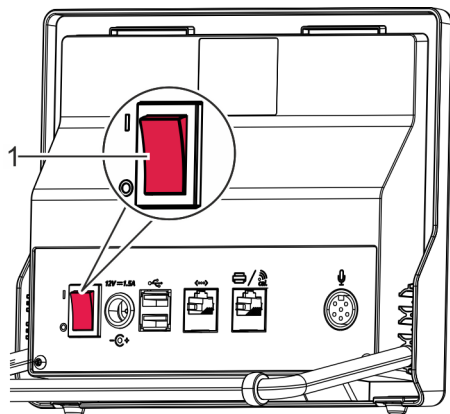

Fig. 14: Apagar Watch Expert
1. ➔ Conmutar Watch Expert con el interruptor [I/O] (Fig. 14/1) en la posición [O].